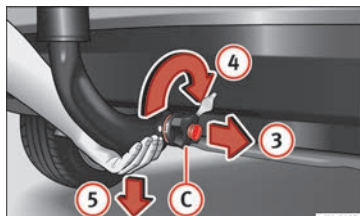

Fig. 202 Desbloquear la barra de cabeza esférica.
- Sujete la barra de cabeza esférica desde abajo » **fig. 202** y con la otra mano extraiga la ruedecilla manual **(C)** en el sentido de la flecha **(3)**.